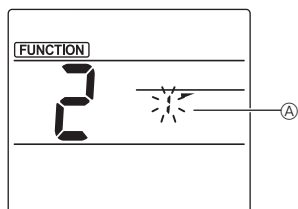

Fig. 3-2
- Selezione del numero di deflettori (Fig. 3-2). Premere i pulsanti **[▲]** per selezionare il numero di deflettori **②**, poi premere il pulsante **[SET]**.